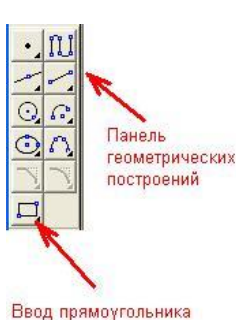

Рис. 66
8. На геометрической панели построений выбрать кнопку «**Ввод прямоугольника**» (рис.66).